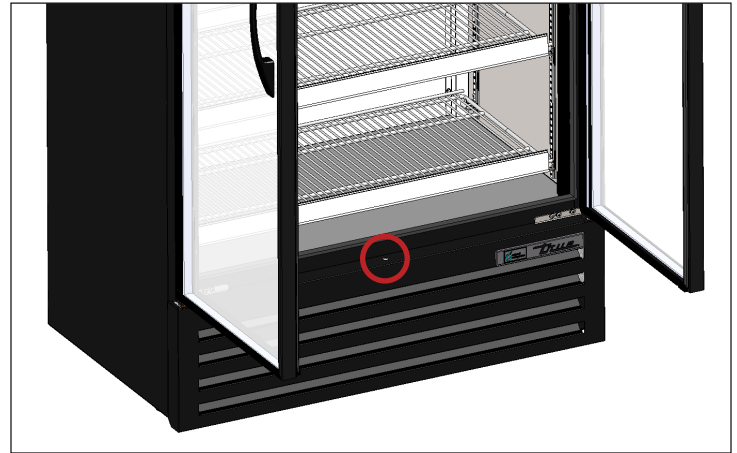

Fig. 2. Emplacement des vis de la grille de ventilation avant.
**AVIS >** Sur certains modèles, il peut être nécessaire d'enlever la grille/le cache avant et/ou arrière pour accéder aux boulons de transport. Voir fig. 2 et 3.